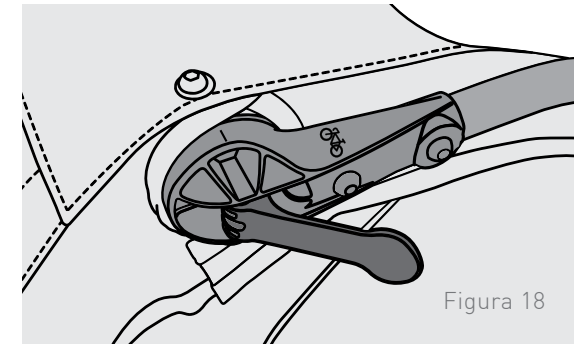

Figura 18
1. **Modo de remolque:** gire siempre la barra de soporte hacia adelante cuando el remolque se encuentre en modo de remolque (Figura 17A). La barra antivuelco debe estar horizontal y paralela al suelo, de modo que la marca en el manillar esté alineada con el perno que sujeta la cubierta (Figura 18).
2. **Modo de paseo / trote:** la barra de soporte puede girarse para servir como manillar mientras el remolque se encuentre en modo de paseo o trote (Figura 17B). Tire de la palanca para girar (Figura 18).